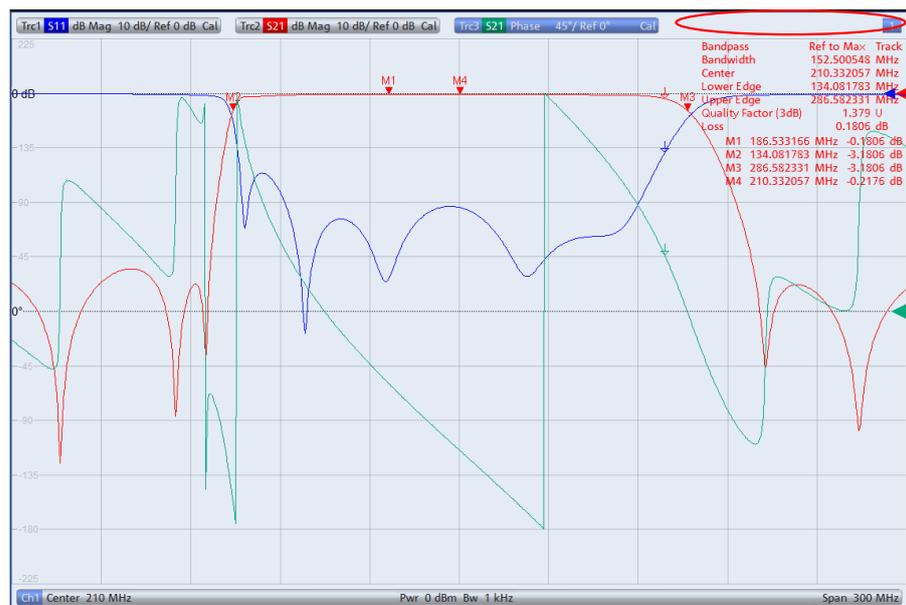

Bild 2-33: Anzeige der absoluten Bandpass Mittenfrequenz.
- Reiter *Advanced* auswählen und *Geometric Calculation of Bandfilter Center* deaktivieren. Statt dem geometrischen Mittel wird nun die absolute Mittenfrequenz von 210.33 MHz angezeigt (Bild 2-33)